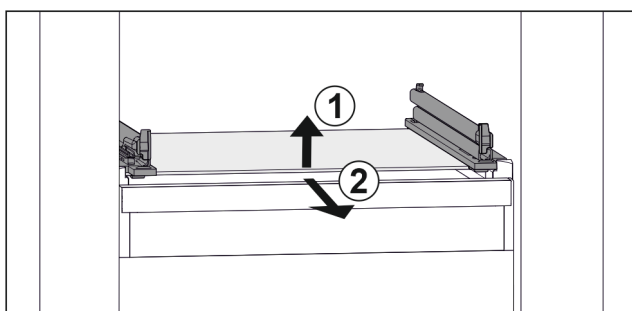

Fig. 139 Примерно изображение на стъклената плоча
- ▶ Повдигнете стъклената плоча отпред. Fig. 139 (1)
- ▶ Извадете стъклената плоча напред. Fig. 139 (2)